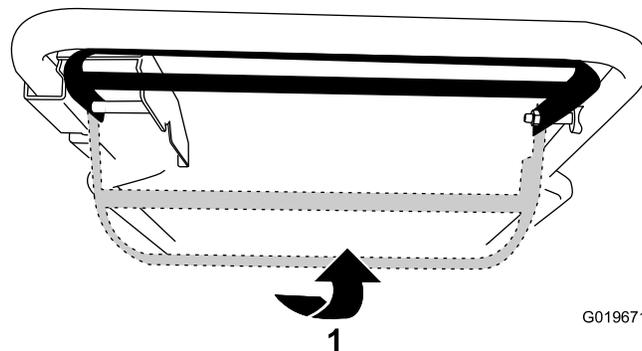

Figura 19
- Para operar a transmissão autopropulsora sem engatar as lâminas, eleve a barra de controlo para o manípulo (Figura 19).
- Para operar a transmissão autopropulsora e engatar as lâminas, deslize a barra de controlo até ao fim para a direita e eleve-a para o manípulo (Figura 19).